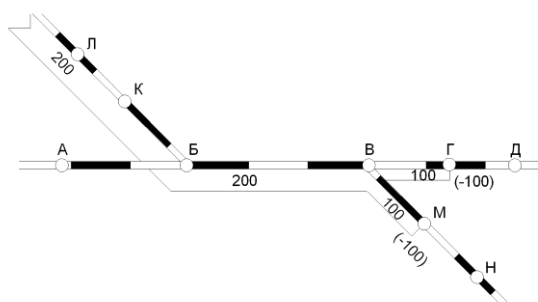

Рисунок 3. Рациональная схема развоза зерна
- Строится схема, исключая нерациональные перевозки, рисунок 3;